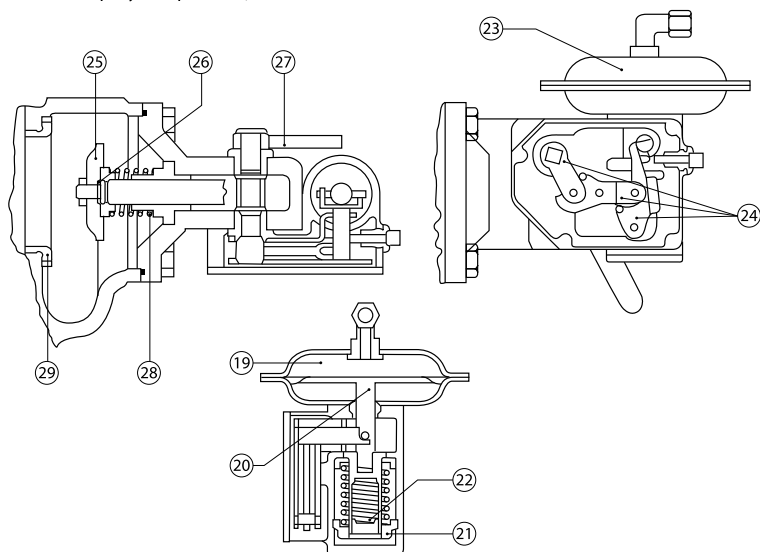

Рисунок 8 Сброс ПЗК (тип 8600)
- 9.1.2.6 Если регулятор оснащен ПЗК типа 8600 (см. Рис. 8):
1) Медленно поворачивайте рукоятку рычага сброса ПЗК (27) по часовой стрелке до открытия внутреннего байпаса (26) (см. рис. 8). Эта операция позволяет газу заполнить выходную камеру (11) и камеру (19). Выполнение данной операции можно контролировать по манометру (12).
2) После того как давление на выходе регулятора стабилизируется продолжайте поворачивать рукоятку рычага сброса ПЗК (27) по часовой стрелке до фиксации с управляющими рычагами (24). В этом положении рукоятка фиксируется;
9.1.2.6 Проверьте давление газа по манометру (12). Давление газа после регулятора должно быть в пределах, соответствующих установленному диапазону регулирования регулятора.